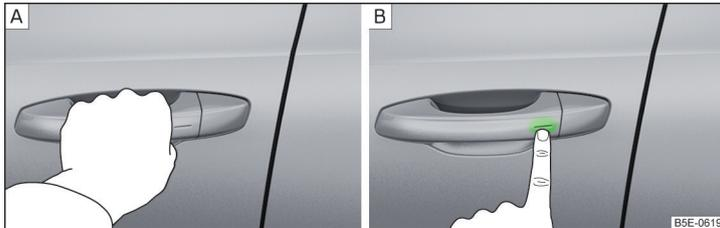

Abb. 34 Fahrzeug entriegeln / Fahrzeug verriegeln
- ▶ Den Türgriff greifen, um das Fahrzeug zu **entriegeln** » Abb. 34 - **A**.
- ▶ Den Sensor am Türgriff mit dem Finger berühren, um das Fahrzeug zu **verriegeln** » Abb. 34 - **B**.